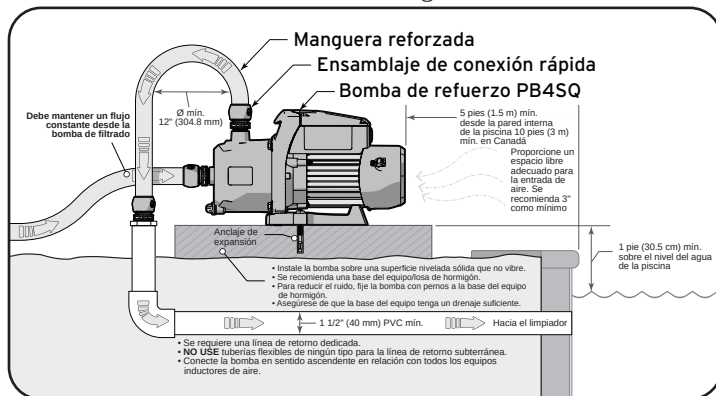

Figura 3. Requisitos de ubicación
- La bomba, junto con los demás equipos de circulación, se debe instalar a una distancia mínima de 5 pies (1.5 m) del borde interno de la piscina. Consulte la Figura 3.
- Se debe colocar la bomba sobre una base sólida que no vibrará. Consulte la Figura 3.
- Fije la bomba con pernos a la base del equipo. Esto también ayudará a reducir el ruido causado por la vibración. Consulte la Figura 3.
- La línea de retorno debe ser de PVC rígido a 1½" (40 mm) como mínimo. Consulte la Figura 3.
- Instale la bomba de refuerzo a 1 pie (30.5 cm) de la superficie del agua de la piscina. Consulte la Figura 3.
* Se presume la existencia de tres (3) conductores de cobre en un tubo aislador enterrado y una pérdida de voltaje máxima del 3 % en el circuito de la derivación. Deben cumplirse todas las normativas locales y National Electrical Code® (NEC®). La tabla muestra el tamaño de cable mínimo y las recomendaciones sobre el fusible de derivación para una instalación corriente conforme al NEC.
2. Asegúrese de que la bomba esté instalada y bien sujeta a una base sólida. Consulte la Figura 3.